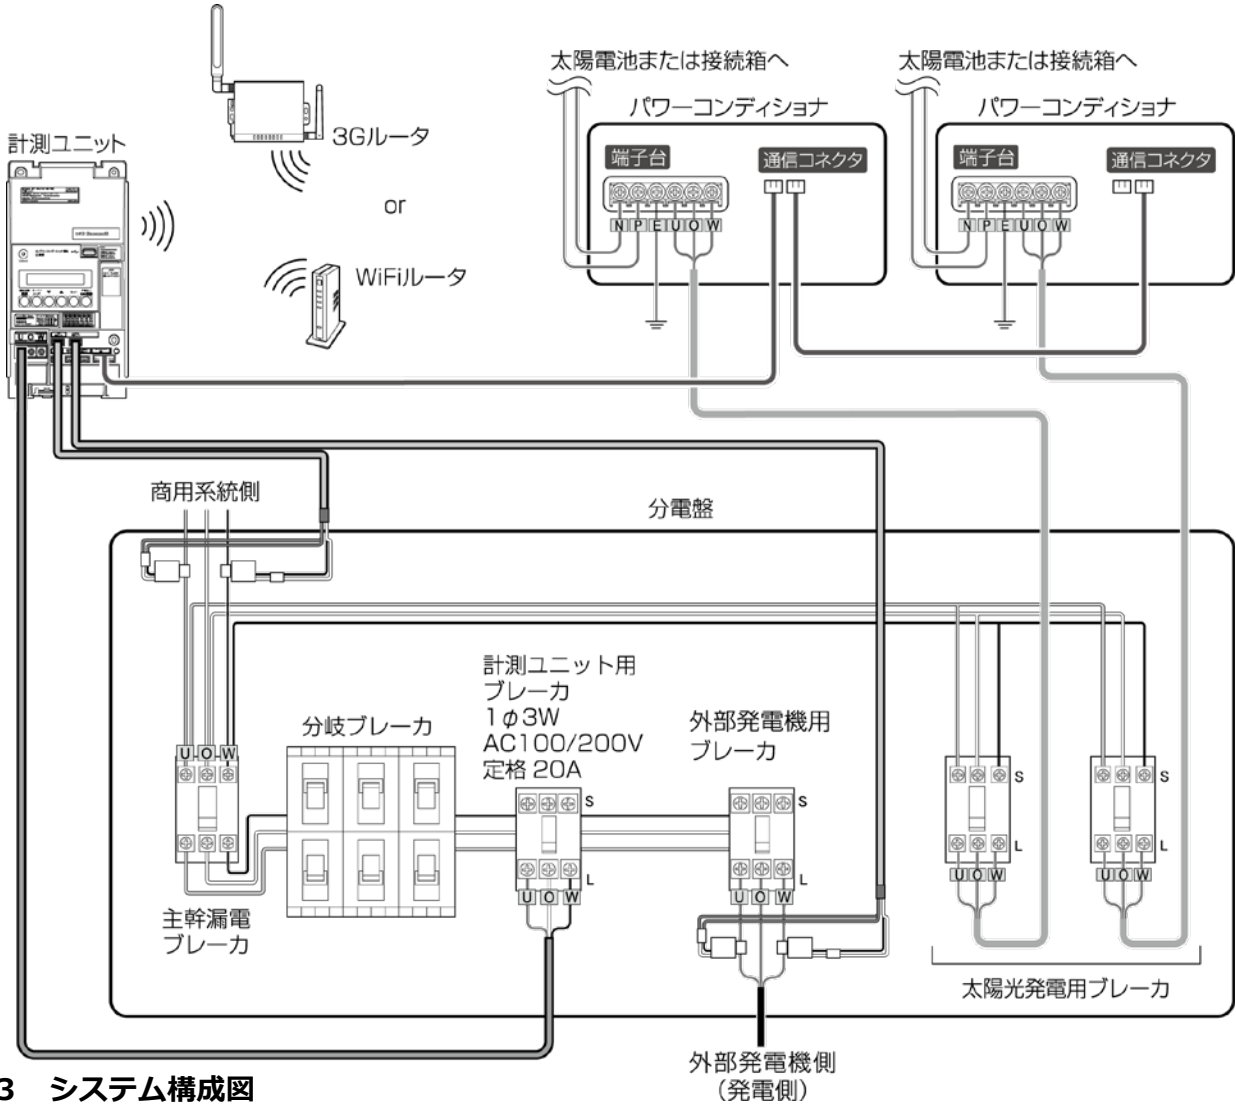

図3 システム構成図
以下の①、②を十分ご確認いただいた上で、初期設定を進めてください。 ①インターネットへの接続環境をご確認ください。 固定回線用： 常時接続のインターネット回線をご準備ください。 3G回線セット： NTT docomo FOMAサービスエリア内であることをご確認ください。 ②ルータが起動していることをご確認ください。（図1、2）	・ 本誌裏面の「エコめがね取付確認」を参考に、設置・配線が正しく行われていることをご確認ください。（図3～6） ※ 計測ユニットの設置は、第1種または第2種電気工事士が行ってください。 ※ 湿度の高い場所、水没する可能性のある場所には設置しないでください。 ※ 施工・設定手順の詳細については、施工・取扱説明書をご確認ください。